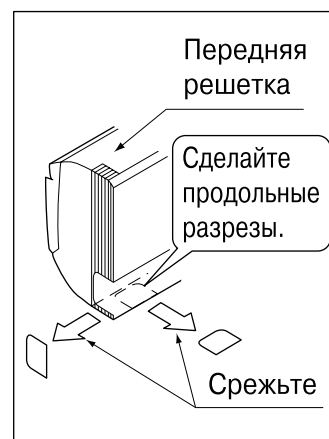

Рис. 4
- Если используются установочные винты для установочной панели (2), прикрепите панель при помощи не менее 4 винтов с каждой стороны (всего 8 винтов (типа 15-32), 9 винтов (типа 40-63)) на рекомендуемую подкладку установки на прилагаемом бумажном шаблоне для монтажа(3).
### (3) Если для трубопровода используется положение слева, снизу слева, справа или сверху справа, сделайте сквозное отверстие для трубопровода в передней решетке. (См. рис. 4)